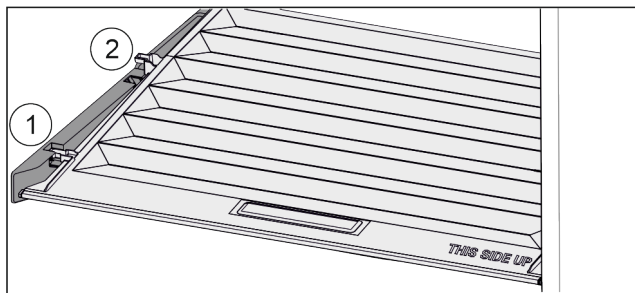

Fig. 27
- ▶ Pokrywę pociągnąć do przodu Fig. 27 (1), aż otworzy się w elementach trzymających.
- ▶ Podnieść tył od dołu i w wyjąć Fig. 27 (2) go do góry.